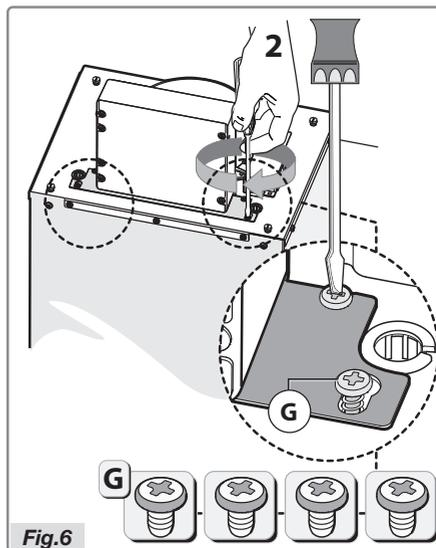

Fig.6
- Fest braketten med de fire skruene **G**, som indikert i Fig. 6.